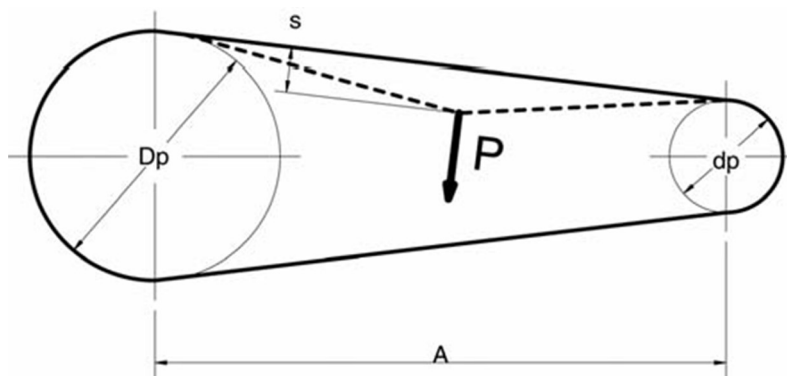

Рис.24 Прогиб клинового ремня
1. Измерить расстояние между осями дисков (размер А Рис.24).